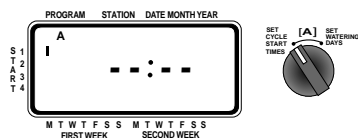

FIGURA 5: Pantalla de cristal líquido (LCD) con hora de inicio
- Sitúe el selector giratorio en la posición **CYCLE START TIMES** (horas de inicio de los ciclos) correspondiente al programa que desee definir. Aparecerá una A o una B en la pantalla, según el programa que haya elegido. La pantalla le mostrará — : — y aparecerá un cursor intermitente en la posición **START 1** (inicio) [Vea la Figura 5].